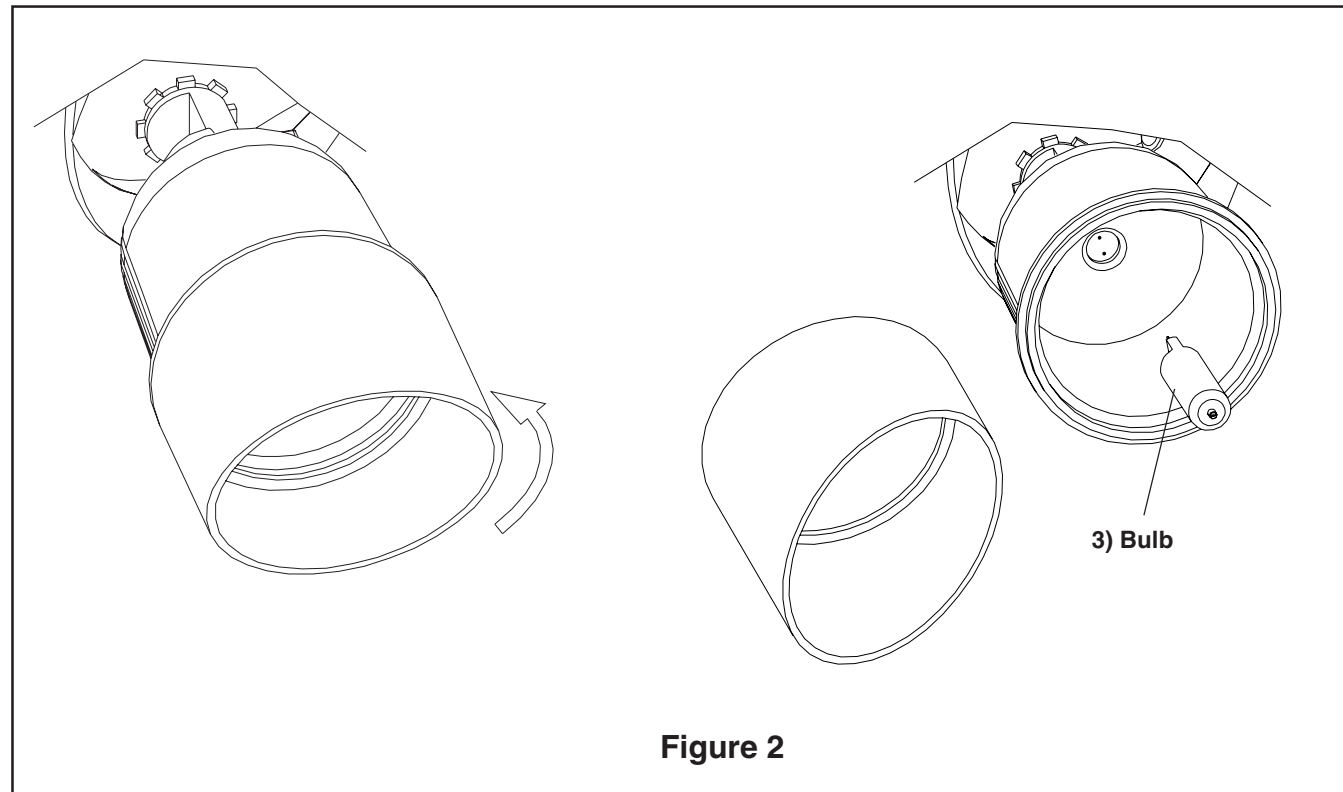

Figure 2
- Enlever la visière en tournant dans le sens inverse des aiguilles d'une montre. **Voir la fig. 2.**
2. Remove Visor by twisting counterclock wise. **See Fig. 2.**
2. Quite la Visera girándola al contrario de las agujas del reloj. **Vea Fig. 2.**